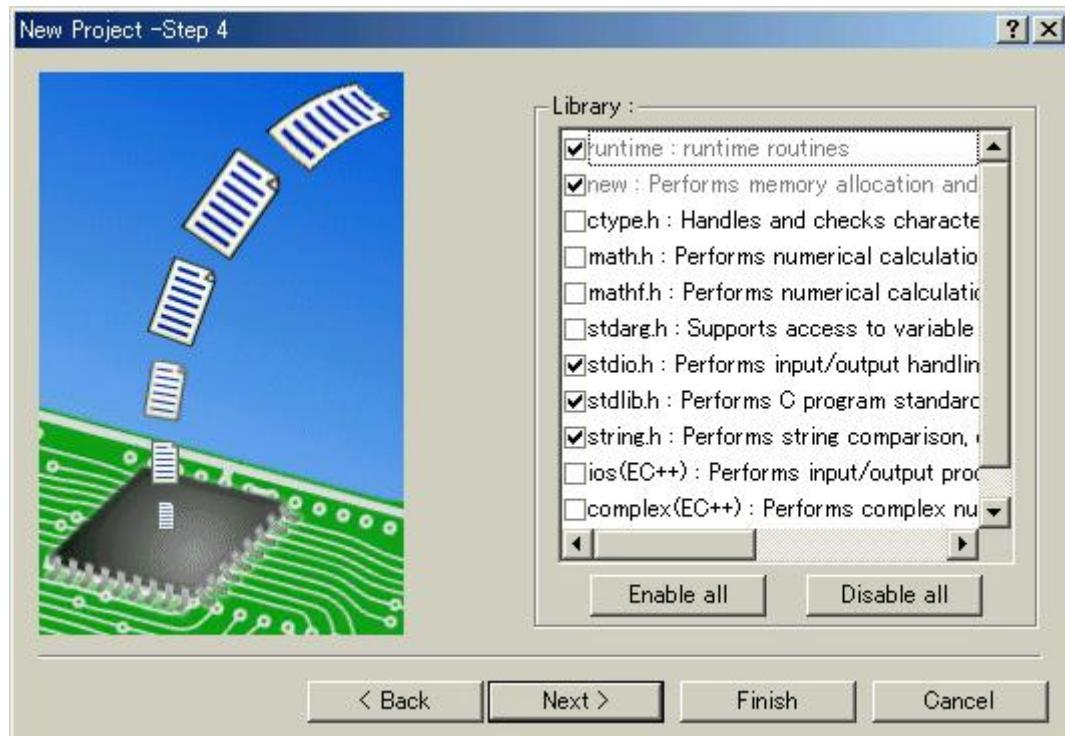

図 2.5 標準ライブラリ設定画面 (Step4)
Step3画面で [Next >] をクリックすると、図 2.5に示す画面を表示します。この画面で、C/C++コンパイラで使う標準ライブラリの構成を決定します。また、プロジェクト作成後に標準ライブラリの構成を変更する場合は、HEWの[オプション -> Hitachi H8S,H8/300 Standard Toolchain...]のStandard Libraryページで変更できます。